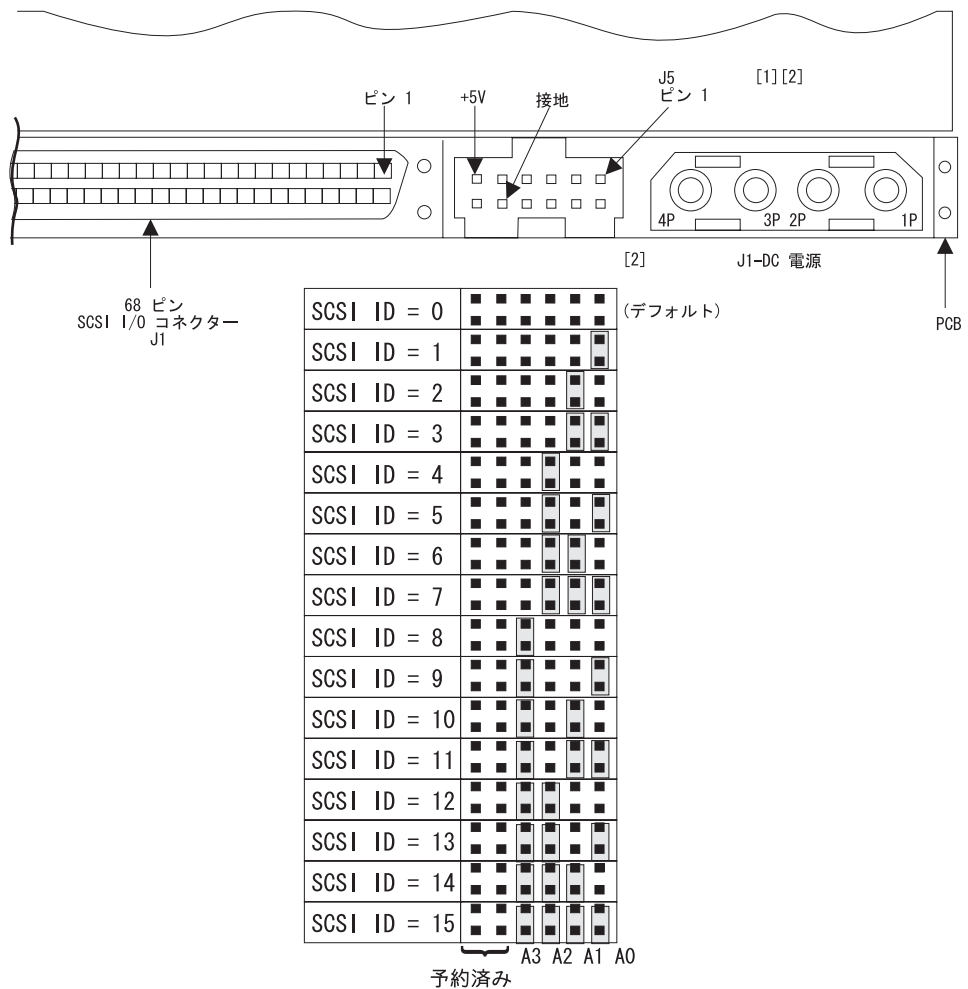

図 123. SAN ボリューム・コントローラ 2145-4F2 ディスク・ドライブ・ジャンパー
9. 古いディスク・ドライブに取り付けられたジャンパーの有無を検査します。ジャンパーがある場合は、マッチングするジャンパーを新しいディスク・ドライブに取り付けます。466 ページの図 123 は、ジャンパーのロケーションを示します。